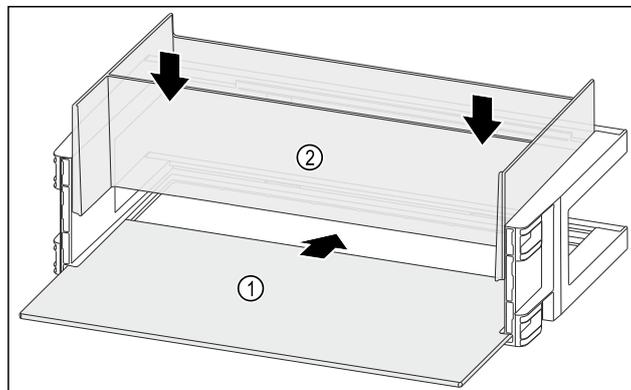

Fig. 112
- Insérer la tablette de rangement Fig. 112 (1) dans les évidements latéraux.
- Installer l'Organizer Fig. 112 (2).